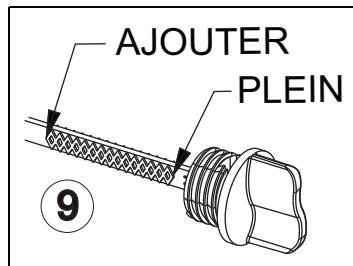

Figure 4-2. Orifice de remplissage / jauge d'huile
5. Versez jusqu'à ce que l'huile atteigne la marque supérieure sur la jauge. Voir la figure 4-2.